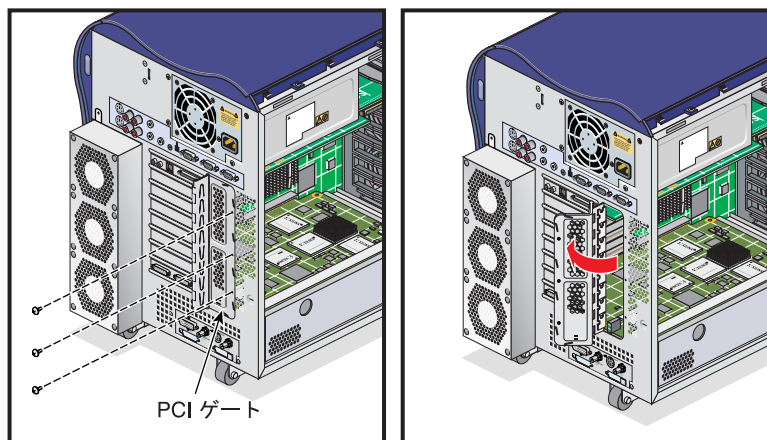

図 3-26 PCI ゲートを開く
2. PCI ゲートを固定している 3 本のねじを外し、PCI ゲートを開きます (図 3-26 を参照)。
1. PCI ゲートを固定している 3 本のねじを外し、PCI ゲートを開きます (図 3-26 を参照)。